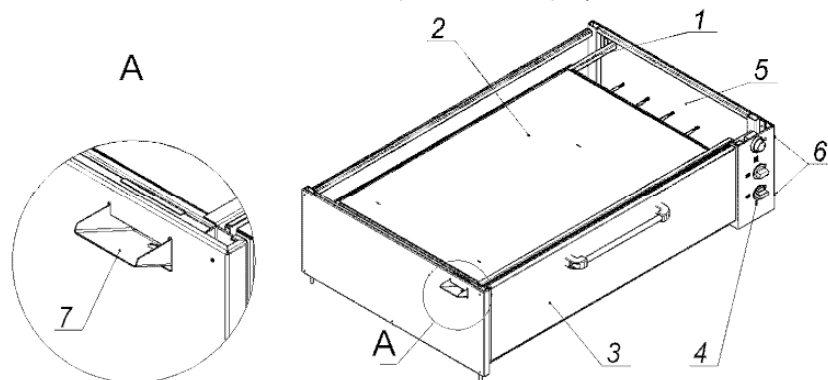
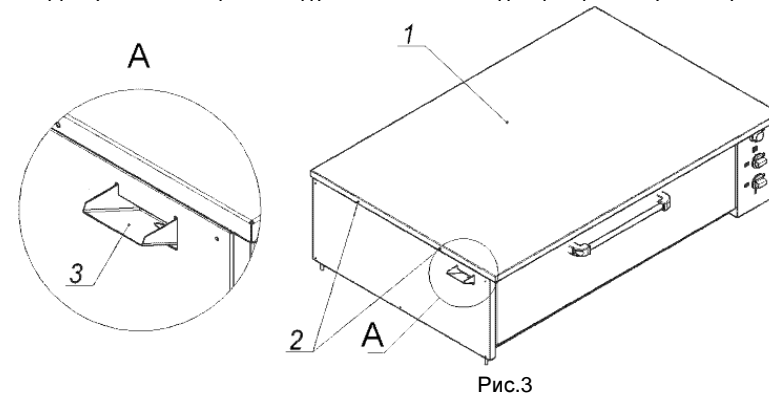

Рис.2
Рис.3
4.1 Шкаф жарочно-пекарский, секционный, электрический типа ЭШП состоит из одинаковых секций, устанавливаемых друг на друга. Нижняя секция устанавливается на раму. Каждая следующая секция устанавливается на предыдущую. Верхняя секция, (рис.3), накрыта крышкой.
Камера оборудована системой увлажнения воздуха: внутри камеры, на задней стенке, установлен испаритель воды, который можно снять для очистки. Для заливки воды в испаритель используется желоб (рис.2, поз.7 и рис.3, поз.3). Объем воды, одноразово заливаемой в испаритель, не более 200см³. Для увлажнения рекомендуем использовать дисцилированную или умягченную воду.
4.5 Для обслуживания электроприборов, ТЭНов и регулирования пружинного механизма дверки, необходимо снять панель управления (рис.2, поз.4), отвернув 4 винта (рис.2, поз.6), крепящие панель к каркасу секции.
1. Снять панель управления (см. рис.2).
- Снять панель управления (рис.2, поз.4) или снять правую облицовочную панель;